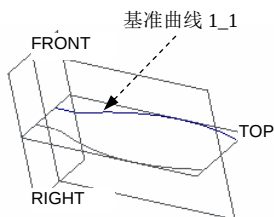

图 6.7.28 创建基准曲线 1_1
Step3. 镜像基准曲线 1，得到图 6.7.28 所示的基准曲线 1_1。
(1) 选取要镜像的特征。在图形区中选取要镜像复制的基准曲线 1（或在模型树中选择“草绘 1”）。